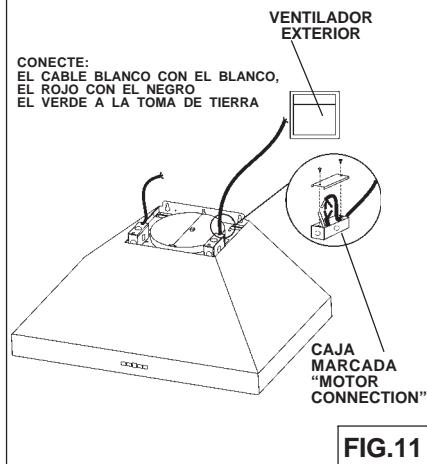

FIG.11
1. Pase un cable doble y una toma de tierra del ventilador exterior o "In-Line" hacia la caja de cables de la campana señalada "motor connection" (Fig.11)